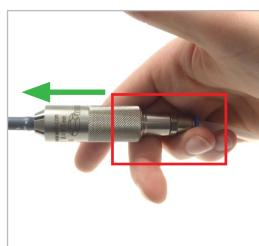

Figure 8
- Saisissez le connecteur par sa partie inférieure (pos. 2) et le flexible avec une main (voir la zone entourée en rouge) et appuyez contre la pièce d'essai (flèche verte, *figure 8*). Tirez le manchon coulissant (pos. 1) vers l'arrière.